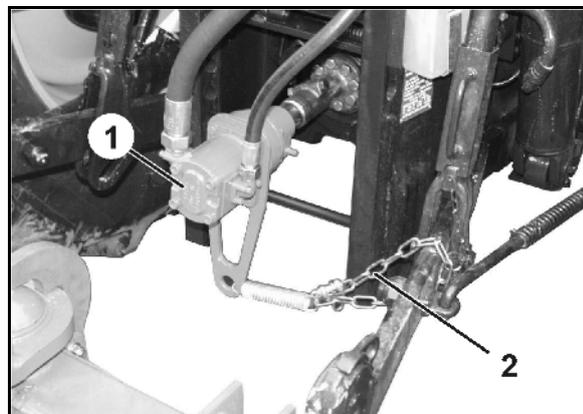

Fig. 22
Hydraulik-Aufsteckpumpe (Fig. 22/1) ankuppeln:
3. Hydraulikaufsteckpumpe durch Einhängen der Kette (Fig. 22/2) gegen Mitlaufen sichern!